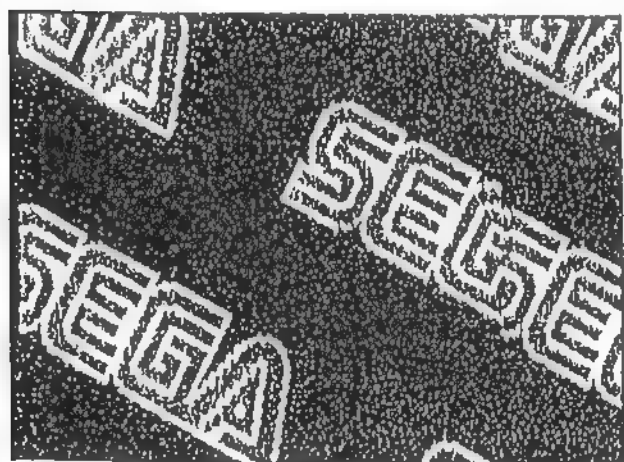
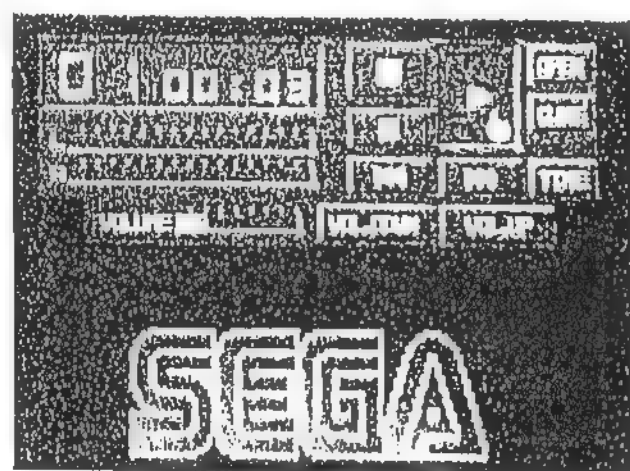

図5-11 SEGAロゴ回転画面
図5-12 CD操作画面
- ⑥ 画面は、回転画面チェック（図5-11）になります。“SEGA”のロゴが自動的に回転し、画面に上書き、下書き、上書き、下書き・・・と繰り返されます。この時、“SEGA”のロゴが正しく回転されているか、キャラクターの化けや欠け、色抜け、歪み等の不具合がないか、余分なゴミが画面に表示されていないかを確認します。これらを確認した後、問題がなければBボタンを押し、画面をクリアして下さい（Bボタンが押されている間は、“SEGA”のロゴの上書き下書きは行われず、回転するだけになります。Bボタンを離すとまた、上書き下書きと繰り返されます。）。この時、“SEGA”のロゴ以外の余分なゴミがないことを確認します。以上に問題がなければ、STARTボタンを押し次の検査項目に進みます。
- ⑦ 再度自動チェックが行われ途中エラーがなければ、やがてCDドライブが回転し始め、サウンドチェックⅠになります。サウンドチェックⅠは、MEGA-CDのSUB BDでつくられた、アナログ信号が、MEGA-CDのMAIN BDを通り、メガドライブの拡張スロットへ出力されるサウンド信号をチェックします。サウンドチェックⅠは、まず、左右からMEGA-CD PCM音、メガドライブFM音、CD音の順で出力されます。但し、TVモニターからは、この順番で音が出力されますが、CDチェッカーのヘッドホン端子からは、メガドライブFM音は出力されません。その後、左側からMEGA-CD PCM音、メガドライブFM音、CD音が和音で出力されます。続いて、右側から同様の和音で出力されます。以上の動作中、TVモニターからの出力音とCDチェッカーのヘッドホンからの出力音に対して、音が出力されているか、ノイズや歪みがないか、音が大き過ぎたり、小さ過ぎたりしていないか、左右の音が混在していないか等を確認します。検査が終了すると自動的に次の検査に進みます。また、同時に、MEGA-CDのMAIN BD上のLEDが正しく点灯されていることも合わせて検査します。
- ⑧ 画面は、CD操作画面（図5-12）に切り替わりサウンドチェックⅡを行います。サウンドチェックⅡは、MEGA-CDのSUB BD上のRCAジャックから出力されるサウンド信号をチェックします。まず、コントロールパットの十字キーを使い、CD操作画面上の指型のカーソルを「▷」の上に合わせAボタンを押します。その後、同様に指型カーソルを「▷▷」に合わせAボタンを押すと、画面上の左側の数字（CDディスクのトラックナンバー）が“02”に変わり、TVモニター及びヘッドホンの左右から約5秒間音が出力されます。この時、指型カーソルを「VOL. UP」に合わせ音が大きくなることを確認すると同時に、音が出力されているか、ノイズや歪みがないか、音が大き過ぎたり、小さ過ぎたりしていないか、左右の音が混在していないか等を確認します。また、ボリュームは、最大まで振ります。続いて、指型カーソルを「VOL. DOWN」に合わせ音が小さくなることを確認します（最小ボリュームまで）。ボリュームを上げ下げする時は、「VOL. UP」、「VOL. DOWN」に指型カーソルを合わせ、Aボタンを押したままにすれば、上げ下げすることができます。続いて、指型カーソルを「▷▷」に合わせ、トラックナンバーを“03”にし、同様にボリュームを最大から最小まで振らし、音が大きくなることと小さくなることを確認します。次に、トラックナンバーを“04”し同様に確認します。以上の検査が終了したら指型カーソルを「□」に合わせ、ディスクドライブを停止させ、STARTボタンを押し検査を完了します。
- ⑨ ノーマルチェックモードの検査が終了します。以上の検査項目の全てに於いて、問題がなければ被検査基板を次の行程へ進めて下さい。
- ⑦ CDドライブが回転し始め、サウンドチェックⅠになります。サウンドチェックⅠは、MEGA-CDのSUB BDでつくられた、アナログ信号が、MEGA-CDのMAIN BDを通り、メガドライブの拡張スロットへ出力されるサウンド信号をチェックします。サウンドチェックⅠは、まず、左右からMEGA-CD PCM音、メガドライブFM音、CD音の順で出力されます。但し、TVモニターからは、この順番で音が出力されますが、CDチェッカーのヘッドホン端子からは、メガドライブFM音は出力されません。その後、左側からMEGA-CD PCM音、メガドライブFM音、CD音が和音で出力されます。続いて、右側から同様の和音で出力されます。以上の動作中のTVモニターからの出力音とCDチェッカーのヘッドホンからの出力音に対して、音が出力されているか、ノイズや歪みがないか、音が大き過ぎたり、小さ過ぎたりしていないか、左右の音が混在していないかを確認します。検査が終了すると自動的に次の検査に進みます。また、同時に、MEGA-CDのMAIN BD上のLEDが正しく点灯されていることも合わせて検査します。
- ⑧ 続いて、サウンドチェックⅡを行います。サウンドチェックⅡは、MEGA-CDのSUB BD上のRCAジャックから出力されるサウンド信号をチェックします。⑦の項目と同じ様に音が出力されますから、同様に確認して下さい。サウンドチェックⅡが終了すると自動的に検査を終了します。
- ⑨ ファクトリーサイドチェックモードの検査が終了します。以上の検査項目の全てに於いて、問題がなければ被検査基板を次の行程へ進めて下さい。
- ⑤ 画面は、回転画面チェック（図5-11）になります。“SEGA”のロゴが自動的に回転し、画面に上書き、下書き、上書き、下書き・・・と繰り返されます。この時、“SEGA”のロゴが正しく回転されているか、キャラクターの化けや欠け、色抜け、歪み等の不具合がないか、余分なゴミが画面に表示されていないかを確認します。これらを確認した後、問題がなければBボタンを押し、画面をクリアして下さい（Bボタンが押されている間は、“SEGA”のロゴの上書き下書きは行われず、回転するだけになります。Bボタンを離すとまた、上書き下書きと繰り返されます。）。この時、“SEGA”のロゴ以外の余分なゴミがないことを確認します。以上に問題がなければ、STARTボタンを押し次の検査項目に進みます。
- ⑥ CDドライブが回転し始め、サウンドチェック1になります。サウンドチェック1は、MEGA-CDのSUB BDでつくられた、アナログ信号が、MEGA-CDのMAIN BDを通り、メガドライブの拡張スロットへ出力されるサウンド信号をチェックします。サウンドチェック1は、まず、左右からMEGA-CD PCM音、メガドライブFM音、CD音の順で出力されます。但し、TVモニターからは、この順番で音が出力されますが、CDチェッカーのヘッドホン端子からは、メガドライブFM音は、出力されません。その後、左側からMEGA-CD PCM音、メガドライブFM音、CD音が和音で出力されます。続いて、右側から同様の和音で出力されます。以上の動作中のTVモニターからの出力音とCDチェッカーのヘッドホンからの出力音に対して、音が出力されているか、ノイズや歪みがないか、音が大き過ぎたり、小さ過ぎたりしていないか、左右の音が混在していないか等を確認します。検査が終了すると自動的に次の検査に進みます。また、同時に、MEGA-CDのMAIN BD上のLEDが正しく点灯されていることも合わせて検査します。サウンドチェック1が終了すると自動的に検査を終了します。
- ⑦ 以上の検査項目の全てに於いて、問題がなければ被検査基板を次の行程へ進めて下さい。